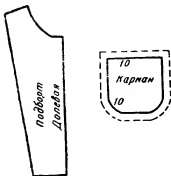

Рис. 161. Раскрой подборта и кармана
**Раскрой.** Все выкройки прикалывают булавками и дают припуски на швы по установленным правилам. После этого раскраивают. После кроя лифа подкраивают подборт и карман (рис. 161). Воротник и рукав кроют по основной выкройке.